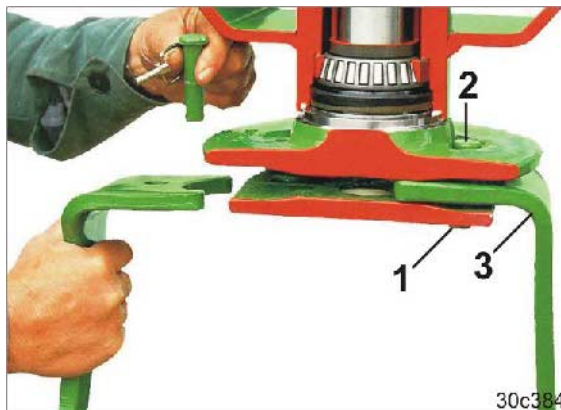

Fig. 162
2. Fjern ringsplitten (Fig. 162/1)
3. Slå bolten (Fig. 162/2) opad ud af redskabsholderen.
4. Udskift harvetænder (Fig. 162).